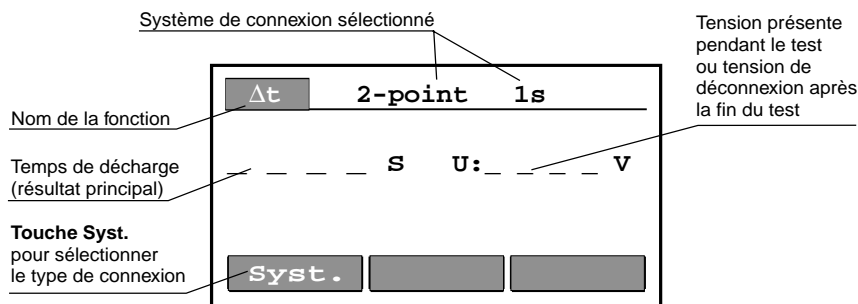

Fig.21. Ecran de base en position Δt
1. Placez le commutateur rotatif sur la position Δt (temps de décharge), l'écran fig.21 s'affiche.